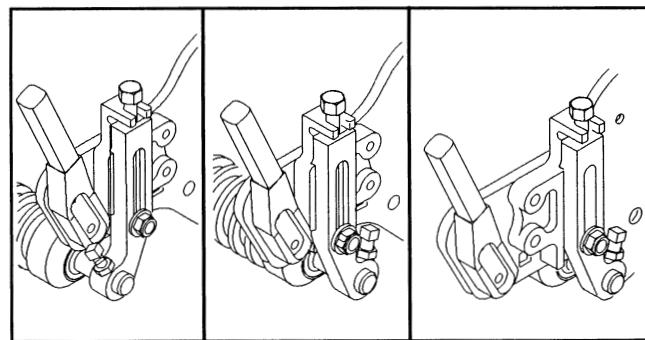

Figure 9
**Note:** le rouleau avant peut adopter trois positions différentes (Fig. 9) selon l'application et les besoins du moment.